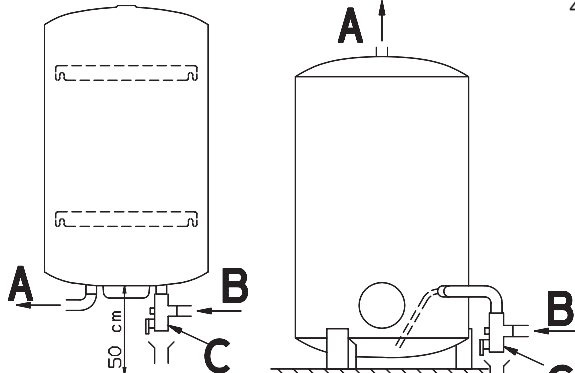

Fig. 2
- Fig.2,3 A- eau chaude – bague rouge
- Fig.2,3 A- hot water – red ring
- Fig.2,3 A- água quente – anel vermelho